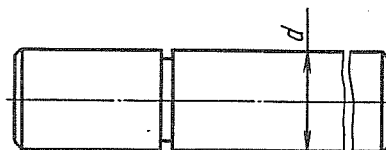

Рис. 103. Ось ведомой шестерни
2.4. Ось ведомой шестерни масляного насоса (рис. 103)